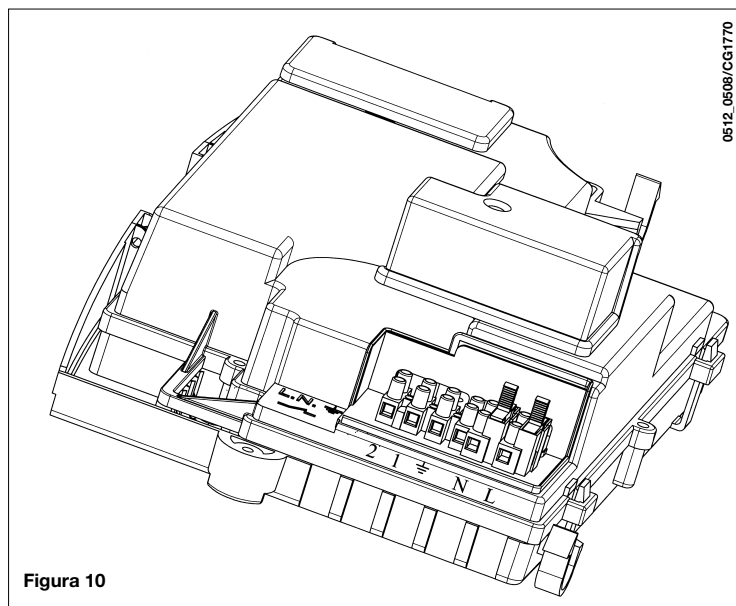

Figura 10
- togliere il coperchio ed accedere alla zona collegamenti elettrici (figura 10).
- accedere alla morsettiera di alimentazione (figura 10);
- togliere il ponticello presente sui morsetti (1) e (2);